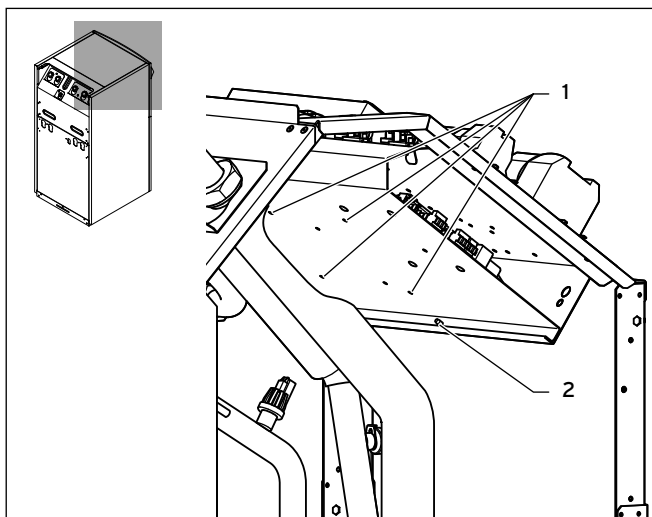

Bild 4.4 Montera fästplattorna geoTHERM VWS/VWW/VWL-S ..1 och VWS ..4
- Anslut kontakten på kompressorns fasövervakningskabel (9) till den tvåpoliga kontakten på ASB-fasövervakningskabeln (8).
- Montera kabelhållaren (10) på avsett ställe i kopplingsboxens nedre del för att hålla fasövervakningskabeln på plats.
- Fäll åter upp undre lådplanet och dra åter fast skruven (→ **Fig. 4.4, Pos. 2**).
- Anslut den vita ingångskabeln (7) till de tre högra anslutningsklämmorna (11).
- Anslut den svarta utgångskabeln (6) till de tre vänstra anslutningsklämmorna (12).
- Stick in ASB-fasövervakningskabelns trepoliga kontakt (2) i fasövervakningskompressorns uttag.